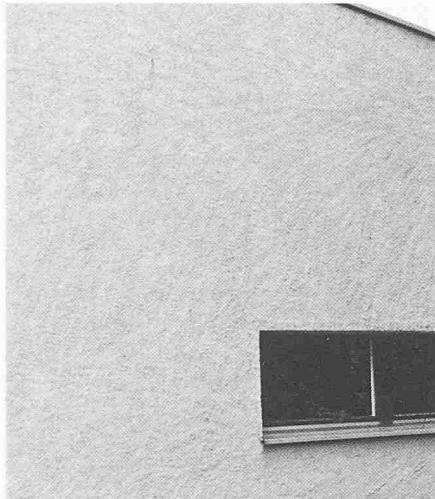

Bild 13. Abgekellter Verputz, etwas zu eigenwillig die «Handschrift» des Maurers zeigend
- *Grundputz abgekellt.* Kellenführung frei und wechselnd oder Kellenführung senkrecht bei waagrechter Kelle. Ein solcher Verputz wird meistens roh belassen. Bindemittel und Feinstanteile des Sandes bestimmen dann die Farbe (Bild 13).